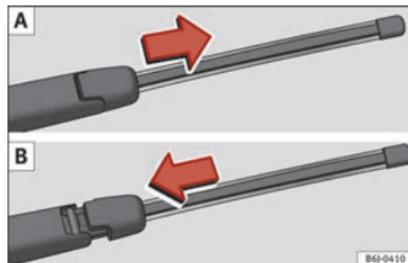

Abb. 172 Heckwischerblatt abnehmen und einsetzen.
- Schieben Sie den Wischerblattadapter in Pfeilrichtung und ziehen Sie das Wischerblatt ab »» **Abb. 172 A.**
»» **Abb. 172 B** gezeigt und schieben Sie